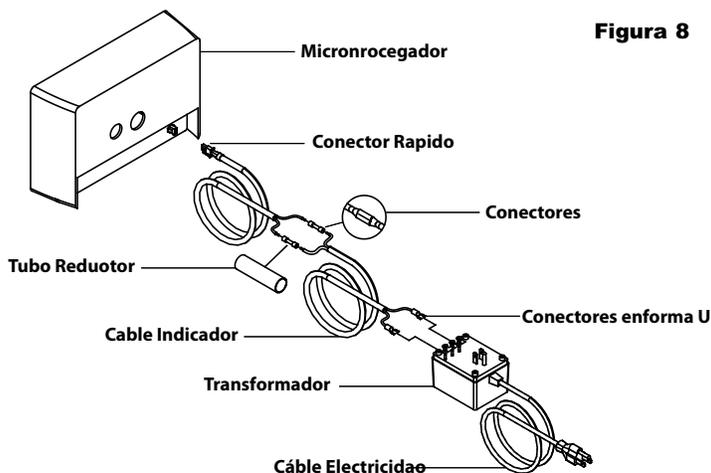

Figura 8
- Unir el conector en forma de U (suministrado) al cable con una herramienta de prensa (no suministrada), luego conecte el cable a los dos terminales exteriores en el transformador (ver figura 8).
- Inserte el otro final del cable con el conector rápido dentro de la parte posterior de la microcegador (ver figura 8).